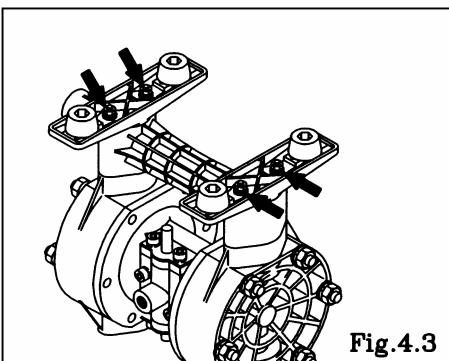

Fig.4.3
- Invierta el conjunto del cuerpo principal. [Fig. 4.3]
Retire las 4 tuercas retenedoras del colector de entrada y quite la base y el colector de entrada. [Fig. 4.3]